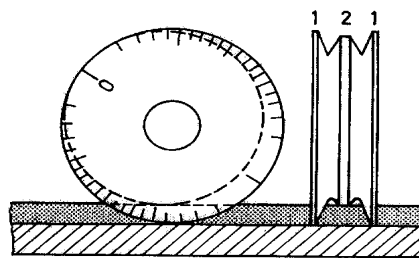

Fig. 1
L'instrument de mesure en forme de disque (fig. 1) est roulé sur le film frais. Les deux joints concentriques (1) se déroulent sur le revêtement, tandis que la nervure excentrique (2) touche le film à l'endroit où la distance entre les jantes et la nervure correspond à l'épaisseur du film frais.